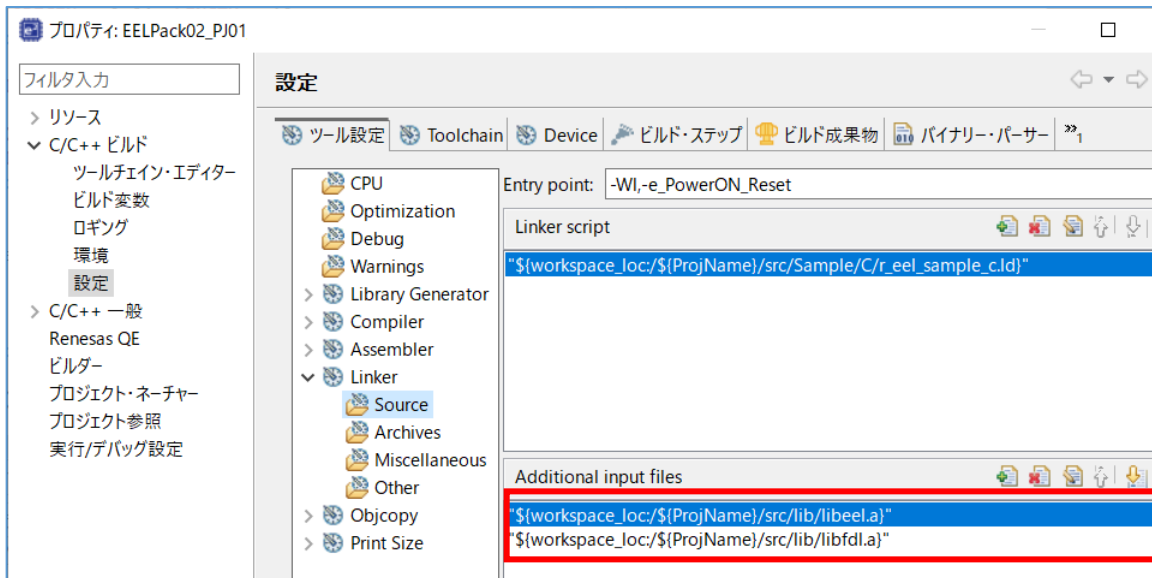

図 6-17 ライブラリファイルの登録(LLVM)
- LLVM コンパイラの場合、e² studio のプロジェクト・ツリーの[プロジェクト]上でマウスの右クリックで"プロパティ"を選択、"C/C++ビルド" [設定] - "Linker" [Source]で表示された画面の"Additional input files"欄に、ライブラリファイル("libeel.a", "libfdl.a")のパスを登録します (図 6-17)。